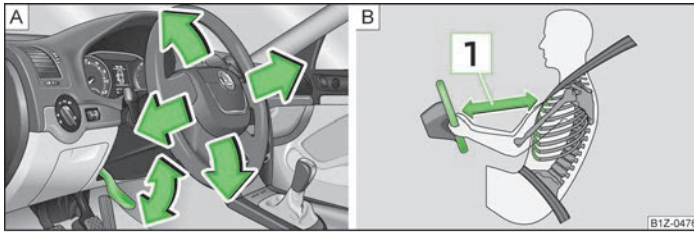

Fig. 93 Volan reglabil: Maneta de sub volan / distanța sigură față de volan
- Respectați o distanță de minim 25 cm  față de volan » fig. 93 la pagina 92 - . Dacă nu se respectă această distanță, sistemul airbag nu își poate exercita eficiența maximă - Pericol!
- Rabatați în jos maneta de sub volan » fig. 93 - A.